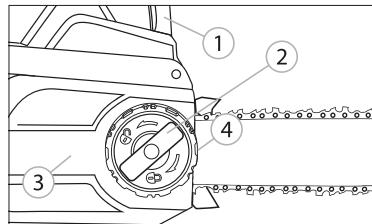

Рис. 4
2. Потяните щиток цепного тормоза 1 (рис. 4) на себя до щелчка. Ослабьте цепь, вращая внешнее кольцо на натяжителя 4 (рис. 4) против часовой стрелки, открутите фиксатор 2 (рис. 4) и снимите защитный кожух 3 (рис. 4).
6. Установите крышку 3 (рис. 4), точно совместив все шлизы. Натяните цепь с помощью механизма натяжения 4 (рис. 4), вращая внешнее кольцо по часовой стрелке. Крепко зафиксируйте крышку с помощью фиксатора 2 (рис. 4). Убедитесь в надежности соединения и правильности установки цепи.